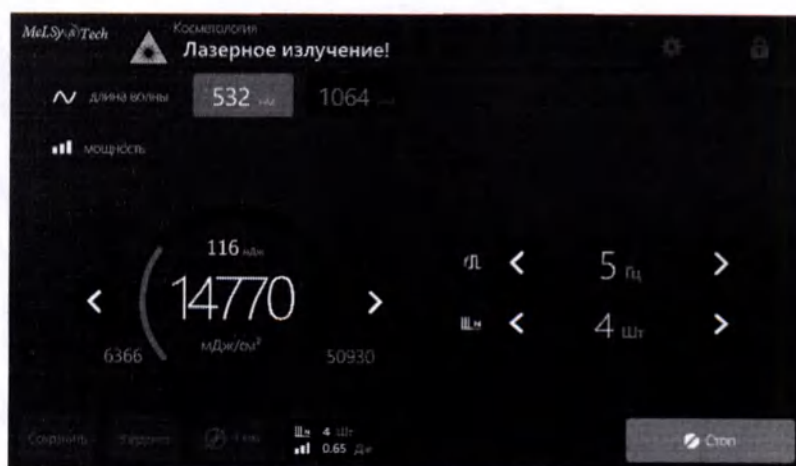

Рис.11.3 – Статус «Лазерное излучение»
11.5. Для того чтобы включить лазерное излучение, нажмите педаль (Прибор должен находиться в активном режиме). После нажатия на педаль в верхней части экрана значок  сменится на , как показано на рис.11.3.